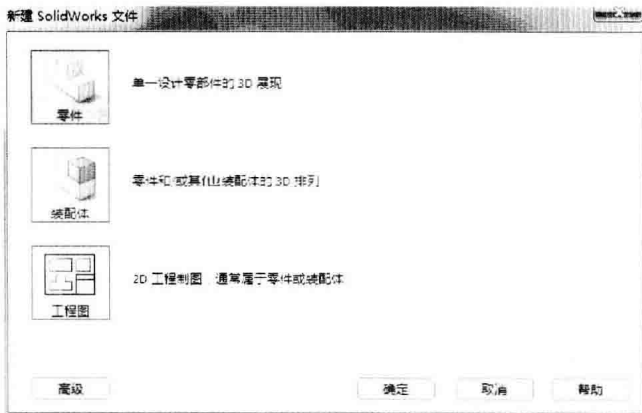

图 1-3 新建 SolidWorks 文件操控板
- [1] 单击 SolidWorks 标准工具栏上的【新建】按钮, 出现新建 SolidWorks 文件操控板, 如图 1-3 所示。